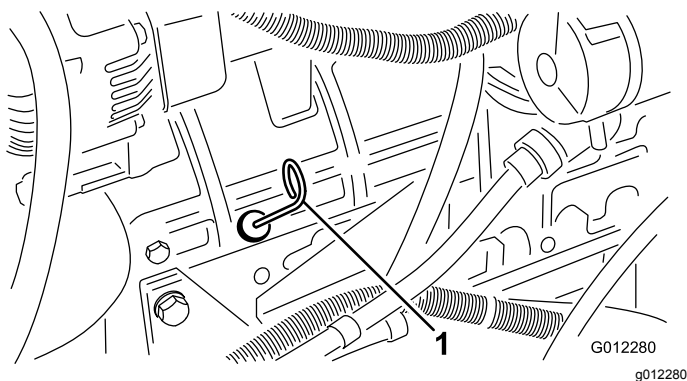

Figure 36
3. Retirez la jauge, essuyez-la sur un chiffon et remettez-la en place (Figure 36).